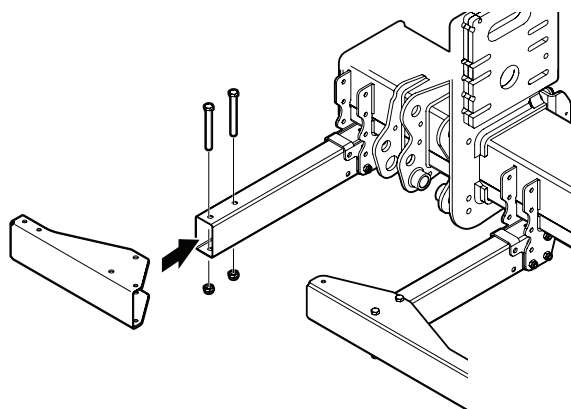

Bild 44. Montering av yttre plåtprofil
4. Montera de yttre plåtprofilerna med 2 skruvar M12x110 vardera. Se Bild 44.